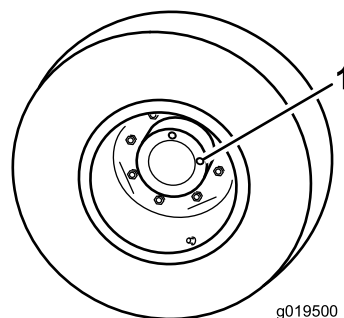

図 72
1. 水平な床面で、点検プラグの1つがが時計の12時を指し、もうひとつが3時を指すように駐車する 図 72。
2. 3時の位置にあるプラグを外す 図 72。